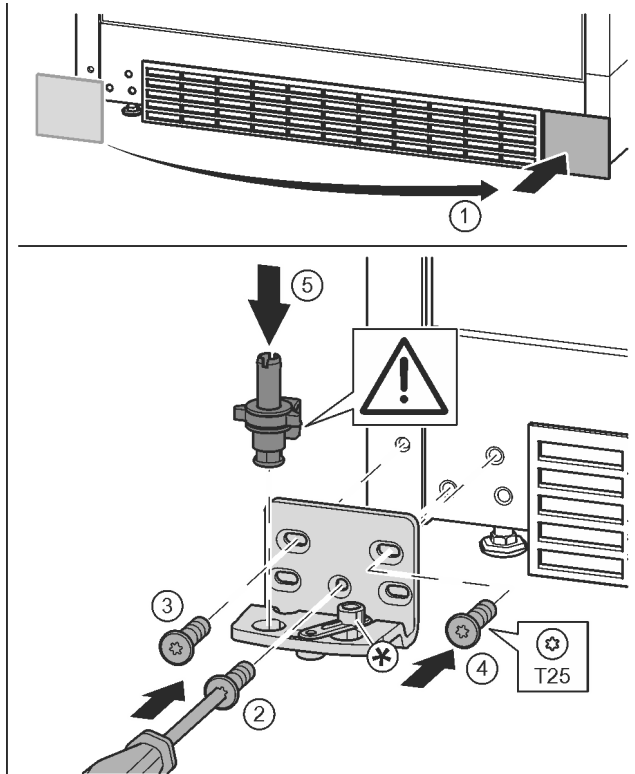

Fig. 17
- ▶ Afdekking eraf halen en op de andere kant aanbrengen. Fig. 17 (1)
- ▶ Lagerbus op de andere kant aanbrengen en met behulp van een schroevendraaier T25 vastschroeven. Met schroef 2 onder in het midden beginnen. Fig. 17 (2)
- ▶ Schroef 3 en 4 vastschroeven. Fig. 17 (3, 4)
- ▶ Lagerbout volledig aanbrengen. Let op dat de vergrendelnok naar achter wijst. Fig. 17 (5)